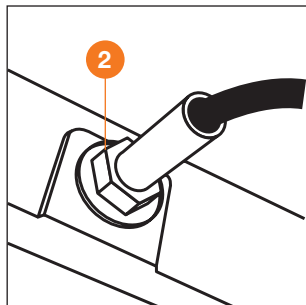

Рис. 17
- Поверните регулировочную гайку **2** (Рис. 17) по часовой стрелке для натяжения или против часовой стрелки для ослабления.